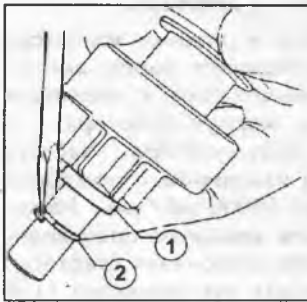
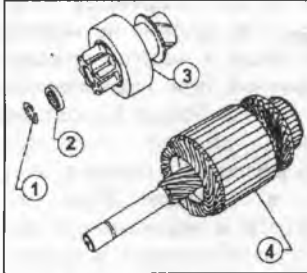
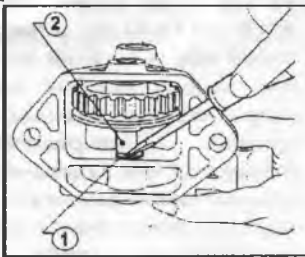

Рис. 300
Рис. 301
Рис. 302
(1) по направлению к шестерне, с помощью отвертки снимите фиксатор положения ограничителя (2) (Рис.300). Снимите ограничитель (2) и шестерню (3) (Рис.301). Снимите промежуточную шестерню (1) (Рис.302) на стартере редукцион-